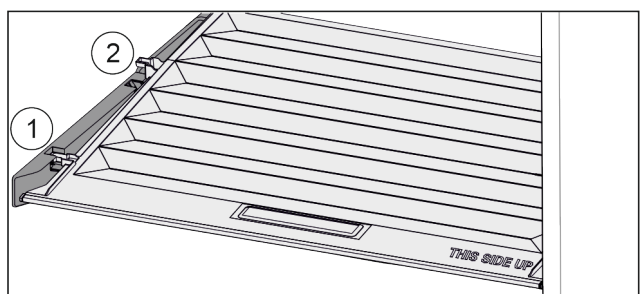

Fig. 109
- ▶ Deksel tot de opening in de vasthoud delen naar voren trekken Fig. 109 (1).
- ▶ Aan de achterkant vanaf de onderkant omhoog tillen en vanaf de bovenkant verwijderen Fig. 109 (2).